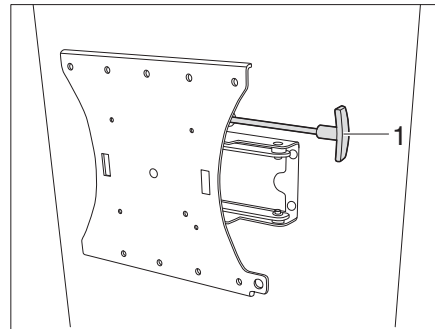

Figure 124 Support à bras articulé (variante 2)
- Tirer sur le levier (Figure 124,1) pour détacher l'écran plat du dispositif de blocage.
- Repousser le levier (Figure 124,1) vers le dispositif de blocage.